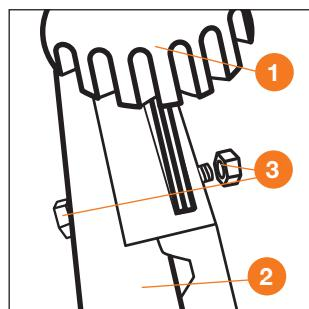

Рис. 22
- Закрепите регулятор оборотов двигателя ① к рукоятке управления ② с помощью болта, шайбы и гайки ③ (Рис. 22).